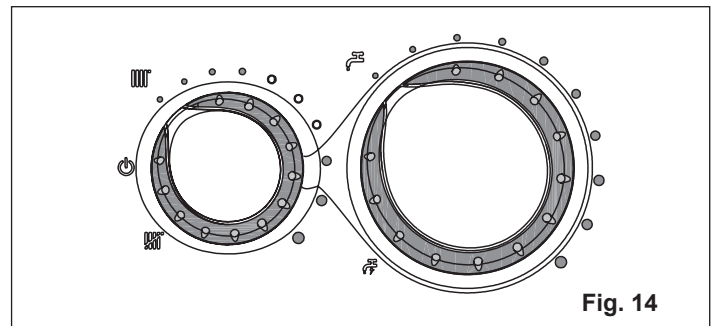
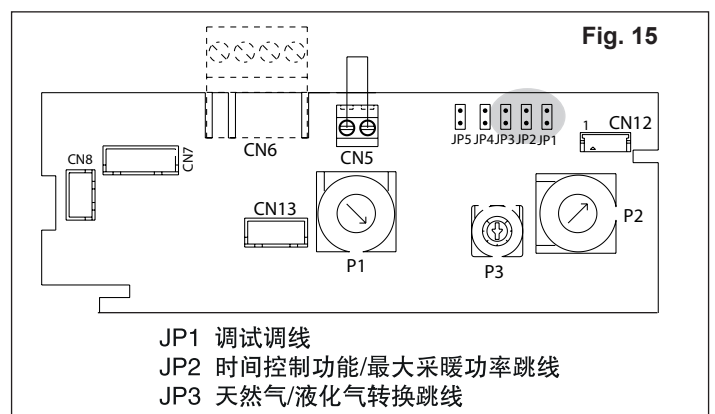

Fig. 14
Fig. 15
- 无论是否激活了其他操作请求，都应在连接了跳线 JP1 并将功能选择器设置为 Winter 的情况下为板上电 )； ( Fig.14–Fig.15 )
- 跳线 JP1 中的电线可启用控制面板上的选择器以设置最小和最大发热量 ( Fig.15 )；
- 跳线 JP2 中的导线 ( Fig.15 )；
- 卸下跳线 JP2 以记住最大发热量 ( Fig.15 )；
- 卸下跳线 JP1 以记住最小发热量并退出校准程序 ( Fig.15 )；